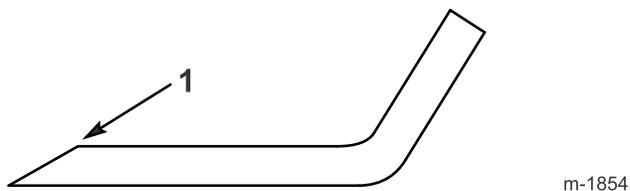

Figure 42
1. Au moyen d'une lime, aiguisez les tranchants aux deux extrémités de chaque lame (Figure 42).